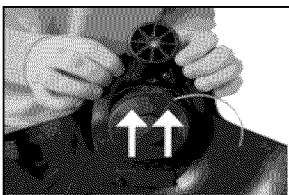

Figure 5 - Faites glisser le protecteur de coupe vers l'avant
3. Faites glisser le protecteur de coupe vers l'avant. (Voir la Figure 5)